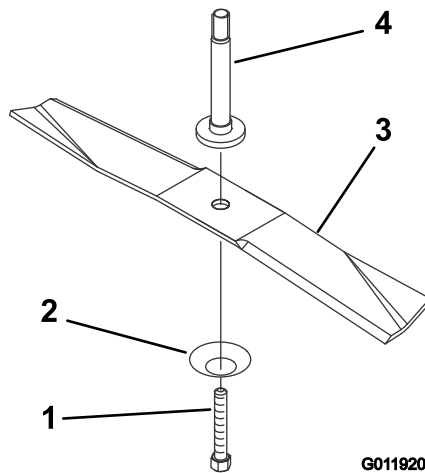

Figura 28
- Instale la cuchilla, la arandela curva y el perno de la cuchilla (Figura 28).